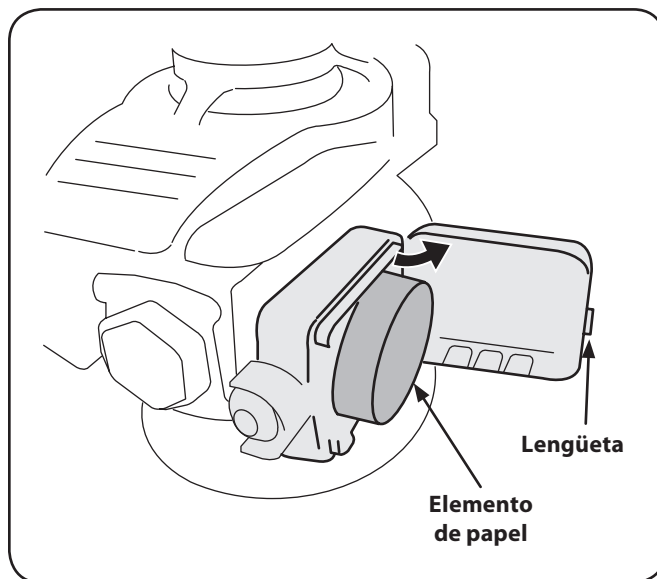

Figura 6-3
- Quite el filtro de aire, apretando la frente y el dorso para liberar la lengüeta en la parte delantera de la cubierta del mismo. Véase la Figura 6-3. Limpieza de espuma o sustituir los elementos deteriorados.